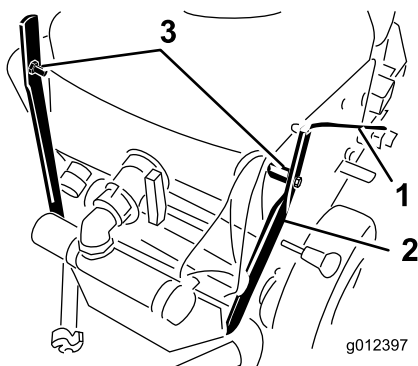

図 3
1. シフト・ロッドを出荷用に固定しているヘアピン・コッター、ワッシャ、ケーブル・タイを外す（図 3）。ヘアピン・コッターとワッシャは、シフト・ロッドを取り付ける際に使用するので捨てないこと。
2. ハンドルをタンク・サポートに固定しているボルト（2本）、スペーサとナットを取り外す（図 3）。ボルト、スペーサ、ナットは廃棄する。